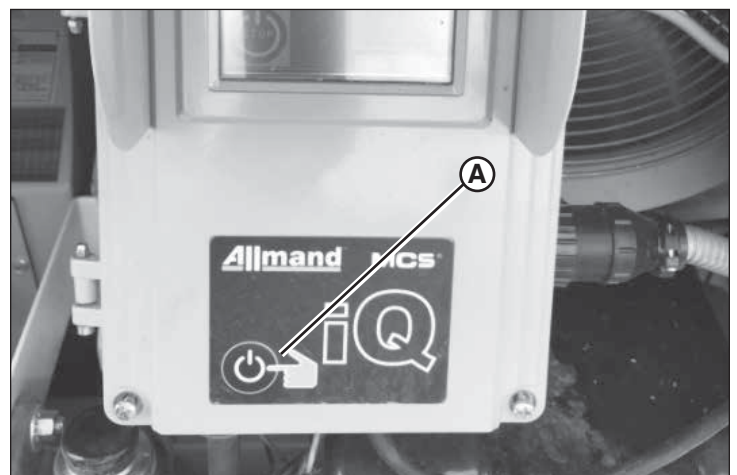

Figure 30
- Appuyer et tenir DÉMARRAGE / ARRÊT sur le module de commande (A, Figure 30).